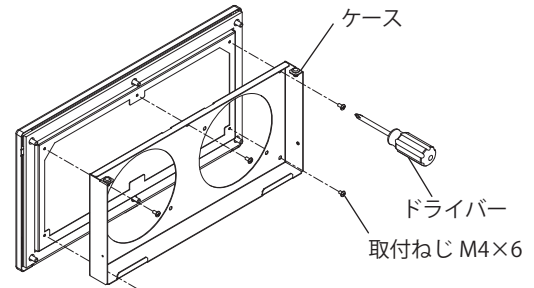

図18
2. 本製品のケースを SLS-4424FR(C)・FSR に取付ねじ M4×6 (5 か所) にて固定してください。(図 18)